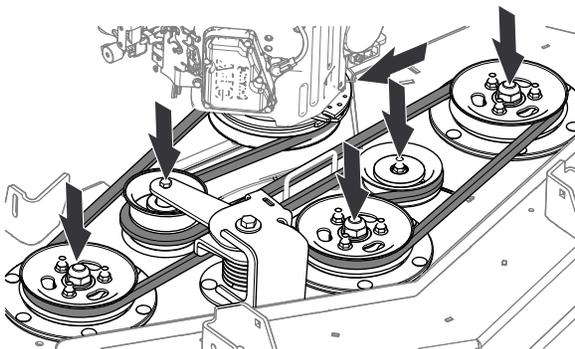

Figura 79
2. Encaminhe a correia como se mostra na Figura 79.